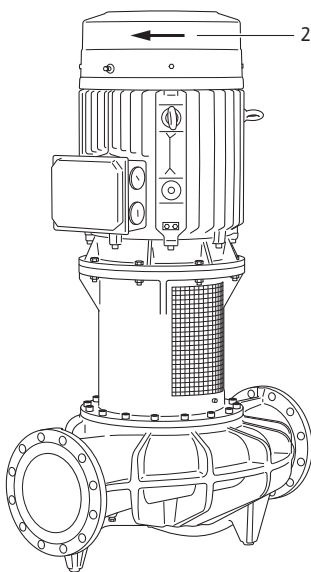

Fig. 47: Draairichting controleren
- Door kort inschakelen controleren of de draairichting met de pijl op de ventilatorkap (zie Fig. 47, pos. 2) overeenstemt. Bij incorrecte draairichting als volgt te werk gaan: